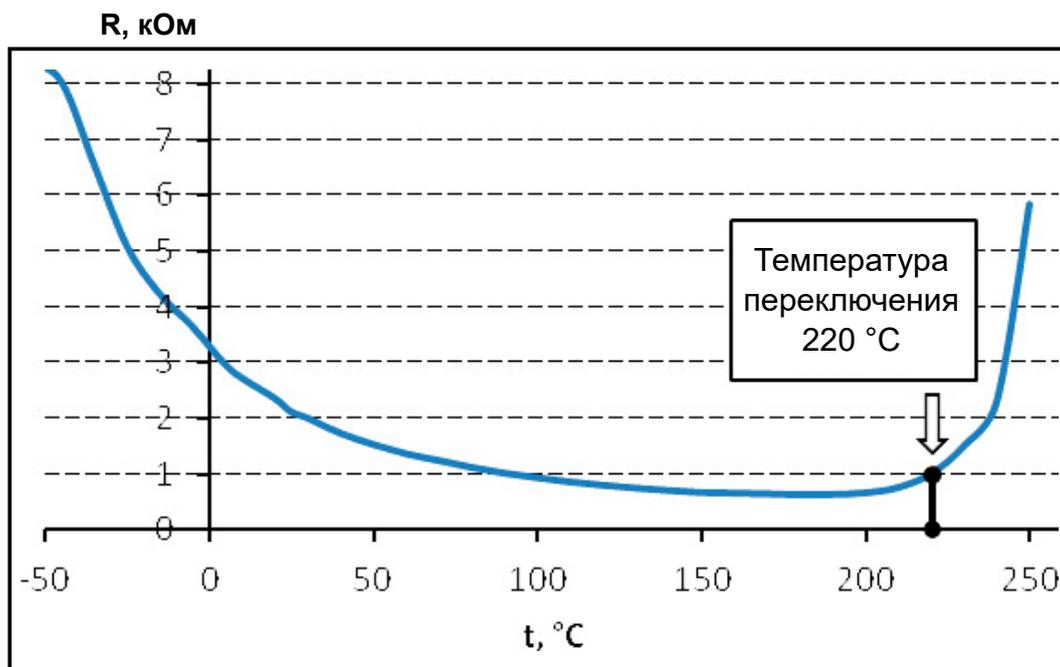

Рисунок 2 – Зависимость сопротивления (R) от температуры (t) для одного из типов позисторов
- Саморегулирование потребляемой мощности. Данное свойство достигается за счет нелинейной зависимости сопротивления позисторов от температуры (рисунок 2), при этом дополнительные регулирующие и защитные устройства автоматики не требуются. Саморегулирование обеспечивает, в частности, следующие свойства регистров: